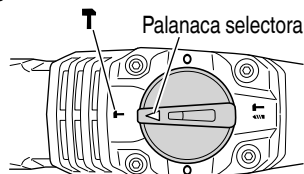

Fig. 16
- (1) Cambio a “martilleo”
- (b) Alinee las marcas ▲ de la palanca selectora y  de la tapa de la manivela como se ilustra en la Fig. 16.